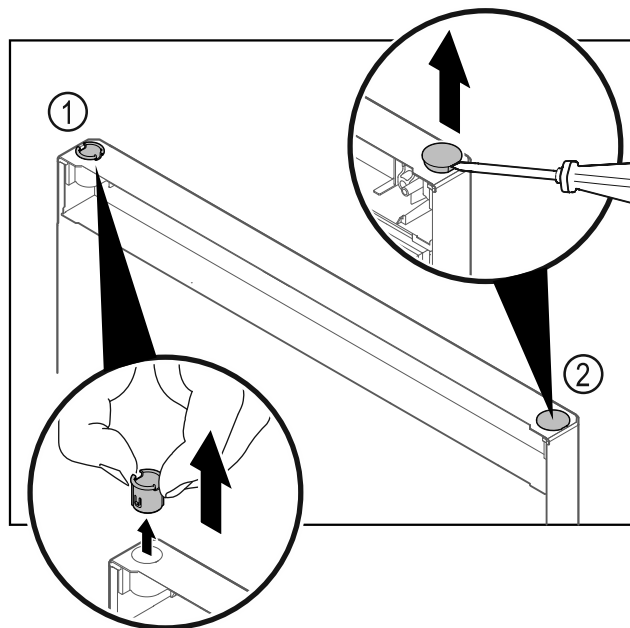

Fig. 25
- ▶ Húzza ki az ujjával a csuklópánt-perselyt Fig. 25 (1).
- ▶ A fedődugót Fig. 25 (2) egy csavarhúzóval óvatosan emelje meg és húzza ki.